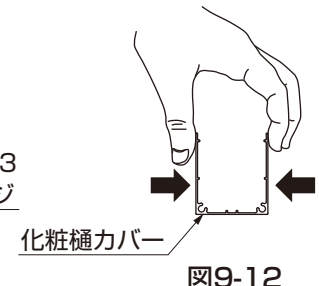

図9-12
- 化粧樋カバーと化粧樋カバー受けのはめ込みがゆるい場合は、化粧樋カバーの形状を手で修正して取付けてください。(図9-12参照)